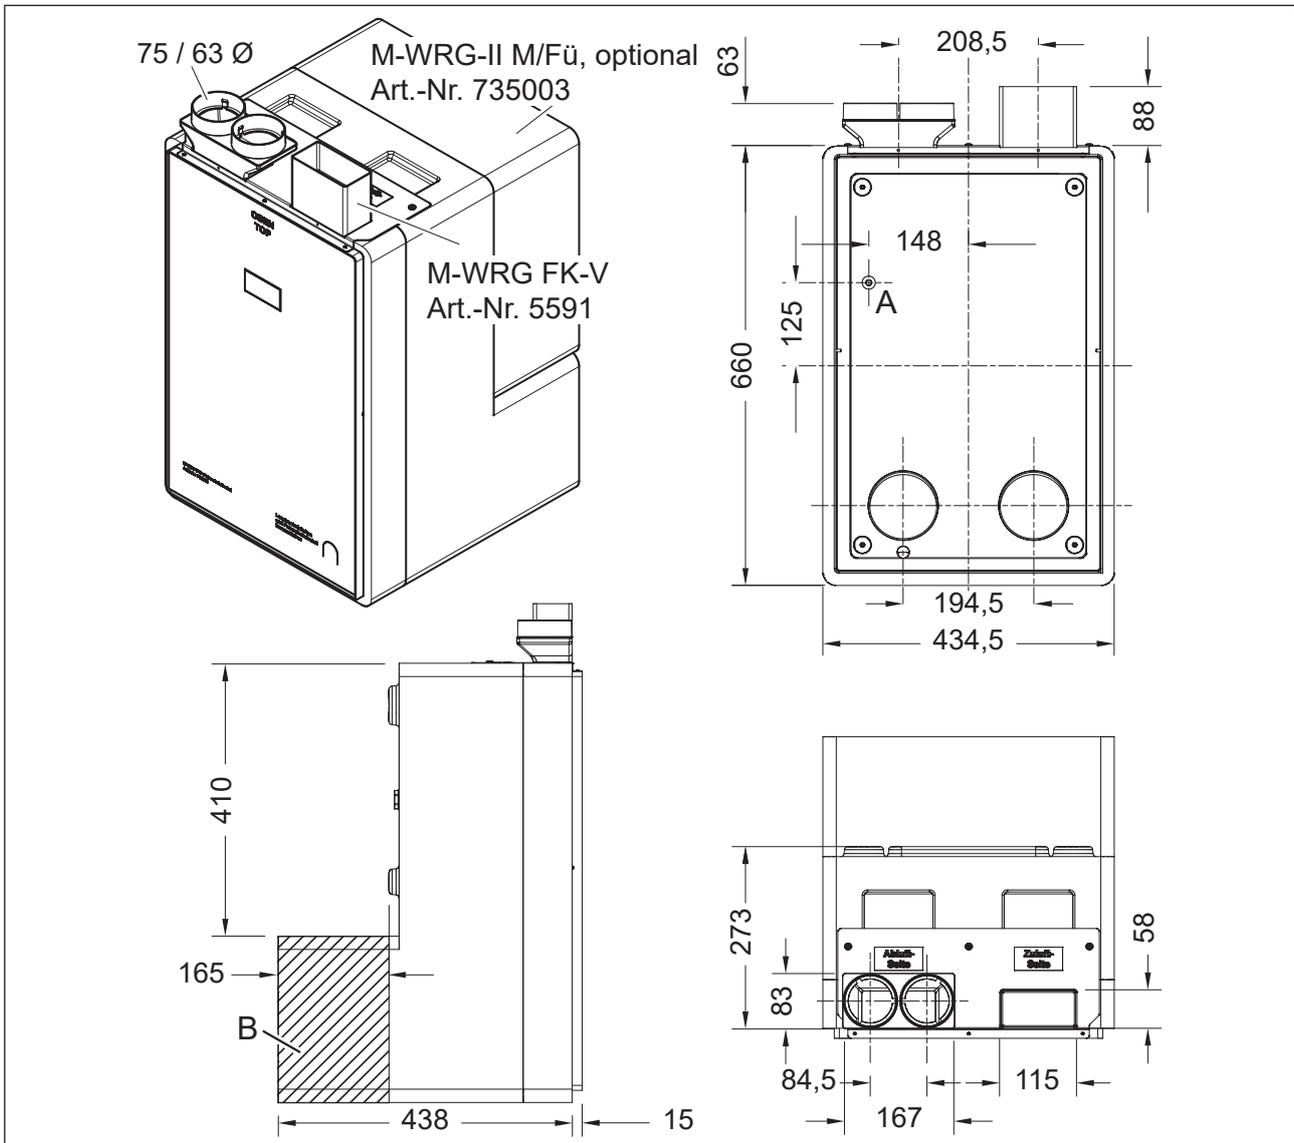

Abb. 8: Abmessungen des Montagesets mit optionalem Füllstück in Millimeter
In die Öffnungen von Abluft und Zuluft können wahlweise zwei Flachkanalanschlüsse **oder** zwei Flexrohranschlüsse **oder** ein Flachkanalanschluss und ein Flexrohranschluss eingesetzt werden. Zur Darstellung der Bemaßungen von Flachkanal- und Flexrohranschluss wurde in Abb. 8 eine Konfiguration mit Flachkanal- (FK) und Flexrohranschluss (75/63 mm Durchmesser) gewählt.